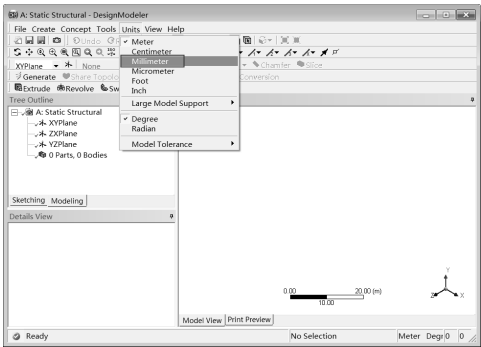

图 14-3 创建几何体
Step1：在 A3 Geometry 上双击，此时会弹出如图 14-3 所示的 DesignModeler 软件窗口，选择 Millimetre 选项，然后单击 OK 按钮。